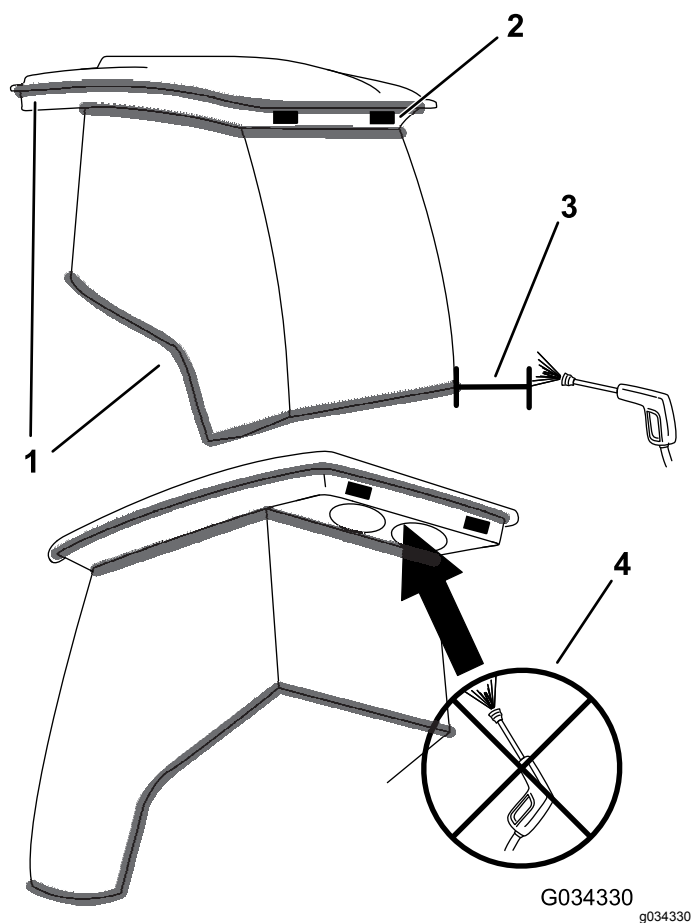

Bild 52
**Wichtig:** Passen Sie in der Nähe von Kabinendichtungen und Lampen auf (Bild 52). Halten Sie bei der Verwendung eines Hochdruckreinigers das Strahlrohr mindestens 0,6 m von der Maschine entfernt. Verwenden Sie keinen Hochdruckreiniger direkt an Kabinendichtungen oder unter dem hinteren Überhang.